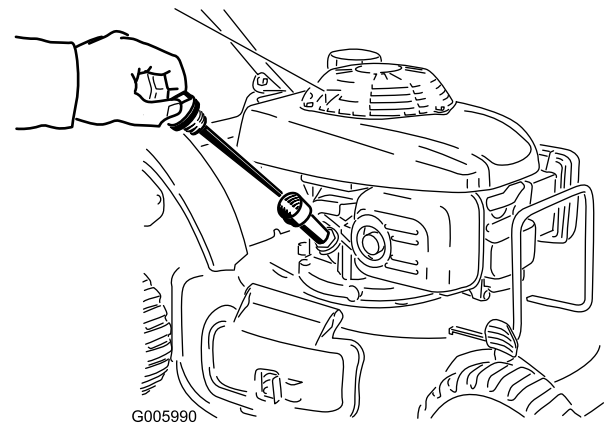

Figure 35
2. Retirez la jauge (Figure 35).
4. Versez de l'huile **avec précaution** dans le tube de remplissage d'huile, en vérifiant régulièrement le niveau sur la jauge, jusqu'à ce que la jauge indique que le moteur est plein, comme illustré (Figure 35). **Ne remplissez pas excessivement.** (Remplissage max. : 0,55 l (20 oz), type : huile détergente SAE 30W de classe de service API SH, SJ, SL ou supérieure.)